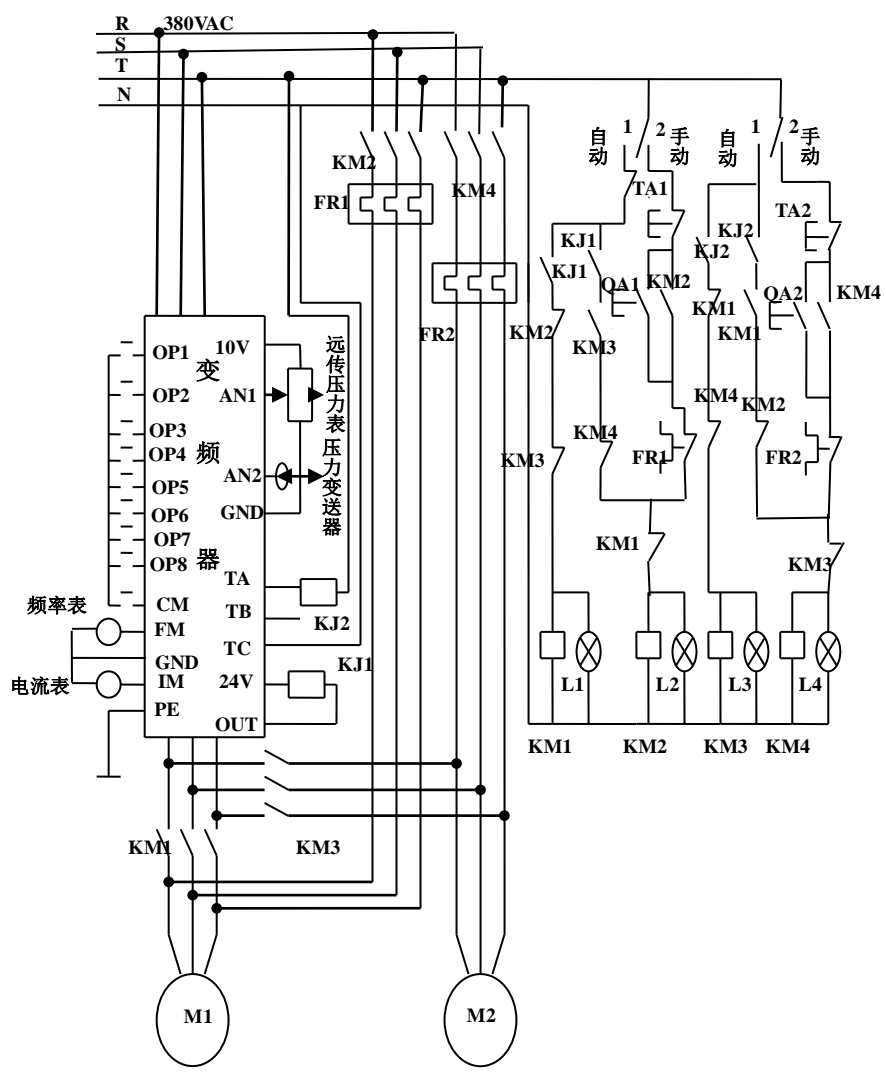

图 5-10 一拖二轮换模式
- 一拖二轮换模式：具有一拖二固定模式功能，并且在轮换时间（F429）到后，变频泵和工频泵互换，工频泵做变频泵用，变频泵做工频泵用。见图 5-10